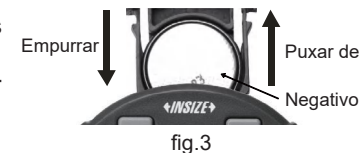

fig.3
3. Instale e remova a bateria (CR2032), o lado negativo da bateria deve estar voltado para fora (fig. 3)